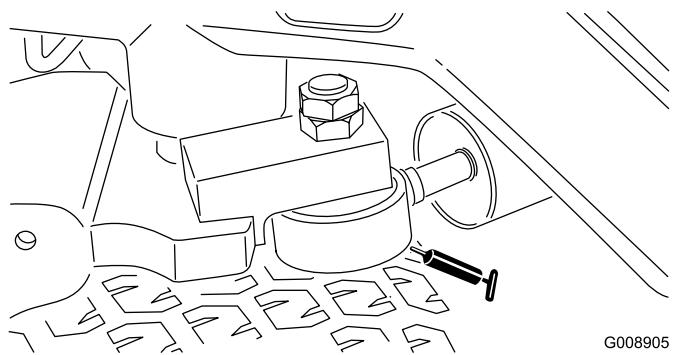

Bild 43
**Hinweis:** Auf Wunsch kann ein weiterer Schmiernippel am anderen Ende des Lenkzylinders eingebaut werden. Entfernen Sie den Reifen, montieren den Nippel, fetten ihn ein, entfernen den Nippel und bringen den Verschluss wieder an (Bild 43).